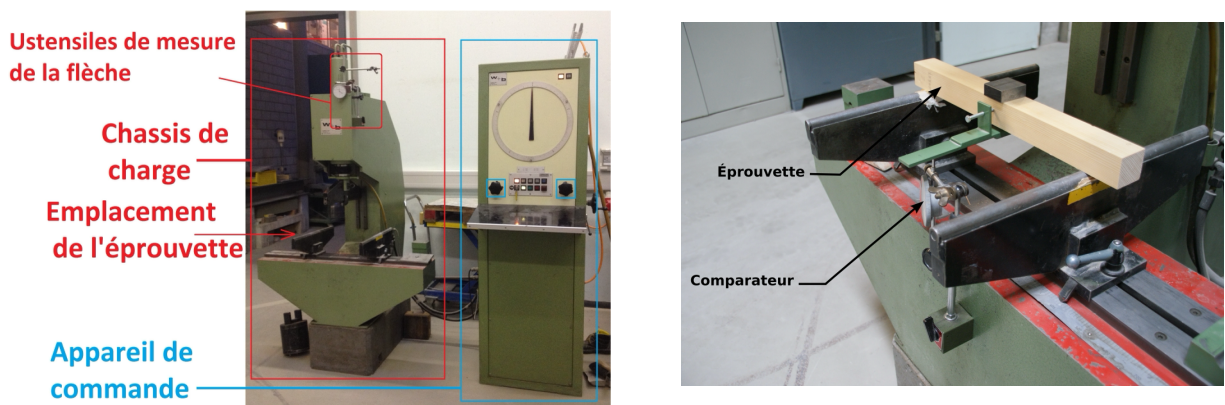

Figure 5 – A gauche : Appareil de mesure de la flexion 3 points
Cet essai a pour but de mettre en évidence le comportement viscoélastique du bois et de déterminer le module d'élasticité et la contrainte à la rupture sous une charge de flexion. La machine d'essai de flexion trois points à utiliser ainsi que les ustensiles nécessaires à la mesure de la flèche sont représentés sur la figure 5.
- Mettre en place l'éprouvette sur le châssis de charge, positionner le dispositif de mesure de la flèche (cf figure 5). Inutile de faire le zéro.